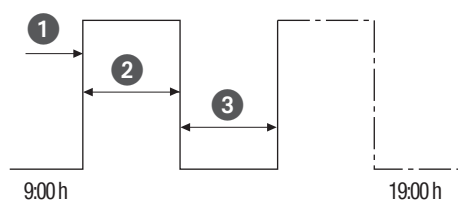

Fig. 33: Cyklusskift
- (Fig. 33/①) Starttidspunkt
- (Fig. 33/②) Varighed ON = skift ON
- (Fig. 33/③) Varighed OFF = skift OFF